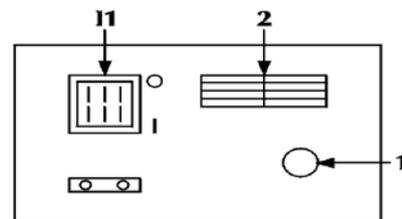

Fig. 2
Si illumina con l'interruttore di accensione sul pannello posteriore (Fig. 2) "I1" in posizione "I". E' indice di impianto acceso e in tensione.
5.2 PANNELLO COMANDI POSTERIORE (FIG. 2)